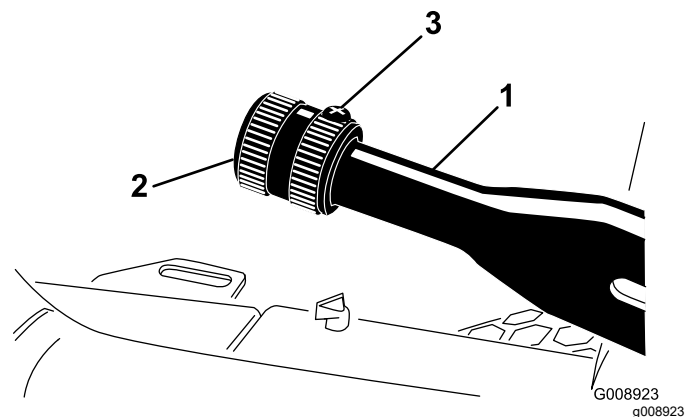

图 61
1. 松开将旋钮固定到手刹操纵杆上的固定螺丝 (图 61)。